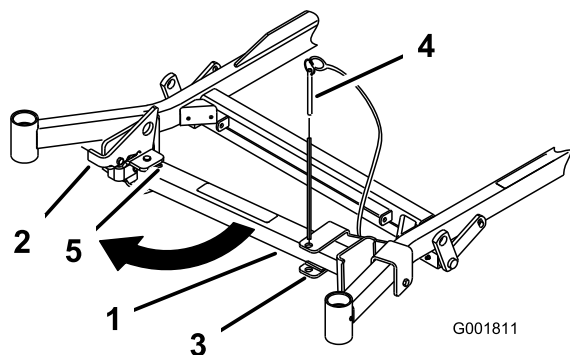
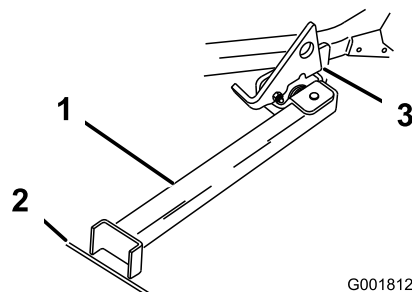

Figure 34
Figure 35
2. Retirez la goupille du support (Figure 34).
3. Soulevez le verrou. Dépliez le pied du support et poussez le support vers la machine dans la base de la fente (Figure 34 et Figure 35).
6. Posez le pied du support sur le sol et appuyez le verrou sur la languette de pivot (Figure 35).
**Remarque:** Pour obtenir de meilleurs résultats, placez le pied du support dans des fissures du trottoir ou du gazon (Figure 35).
8. Montez la machine sur le support. Arrêtez-vous quand le verrou retombe sur la languette en position verrouillée (Figure 35). Une fois la machine en place sur le support, serrez le frein de stationnement et coupez le moteur.
7. Ramenez le support à sa position de repos (Figure 34).